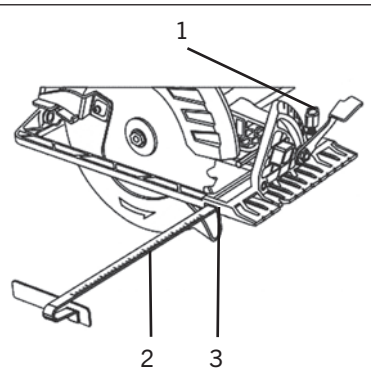

FIG. 7
1. Desserrez le bouton de réglage du guide de refente (1) (fig. 7).
2. Faites glisser la tige du guide de refente (2) dans la fente du guide de refente (3). Continuez de faire glisser la tige du guide de refente sur la semelle et dans la fente du guide de refente sous le bouton de réglage du guide de refente.
1. Réglez le pied du guide de refente à la largeur requise (fig. 7).